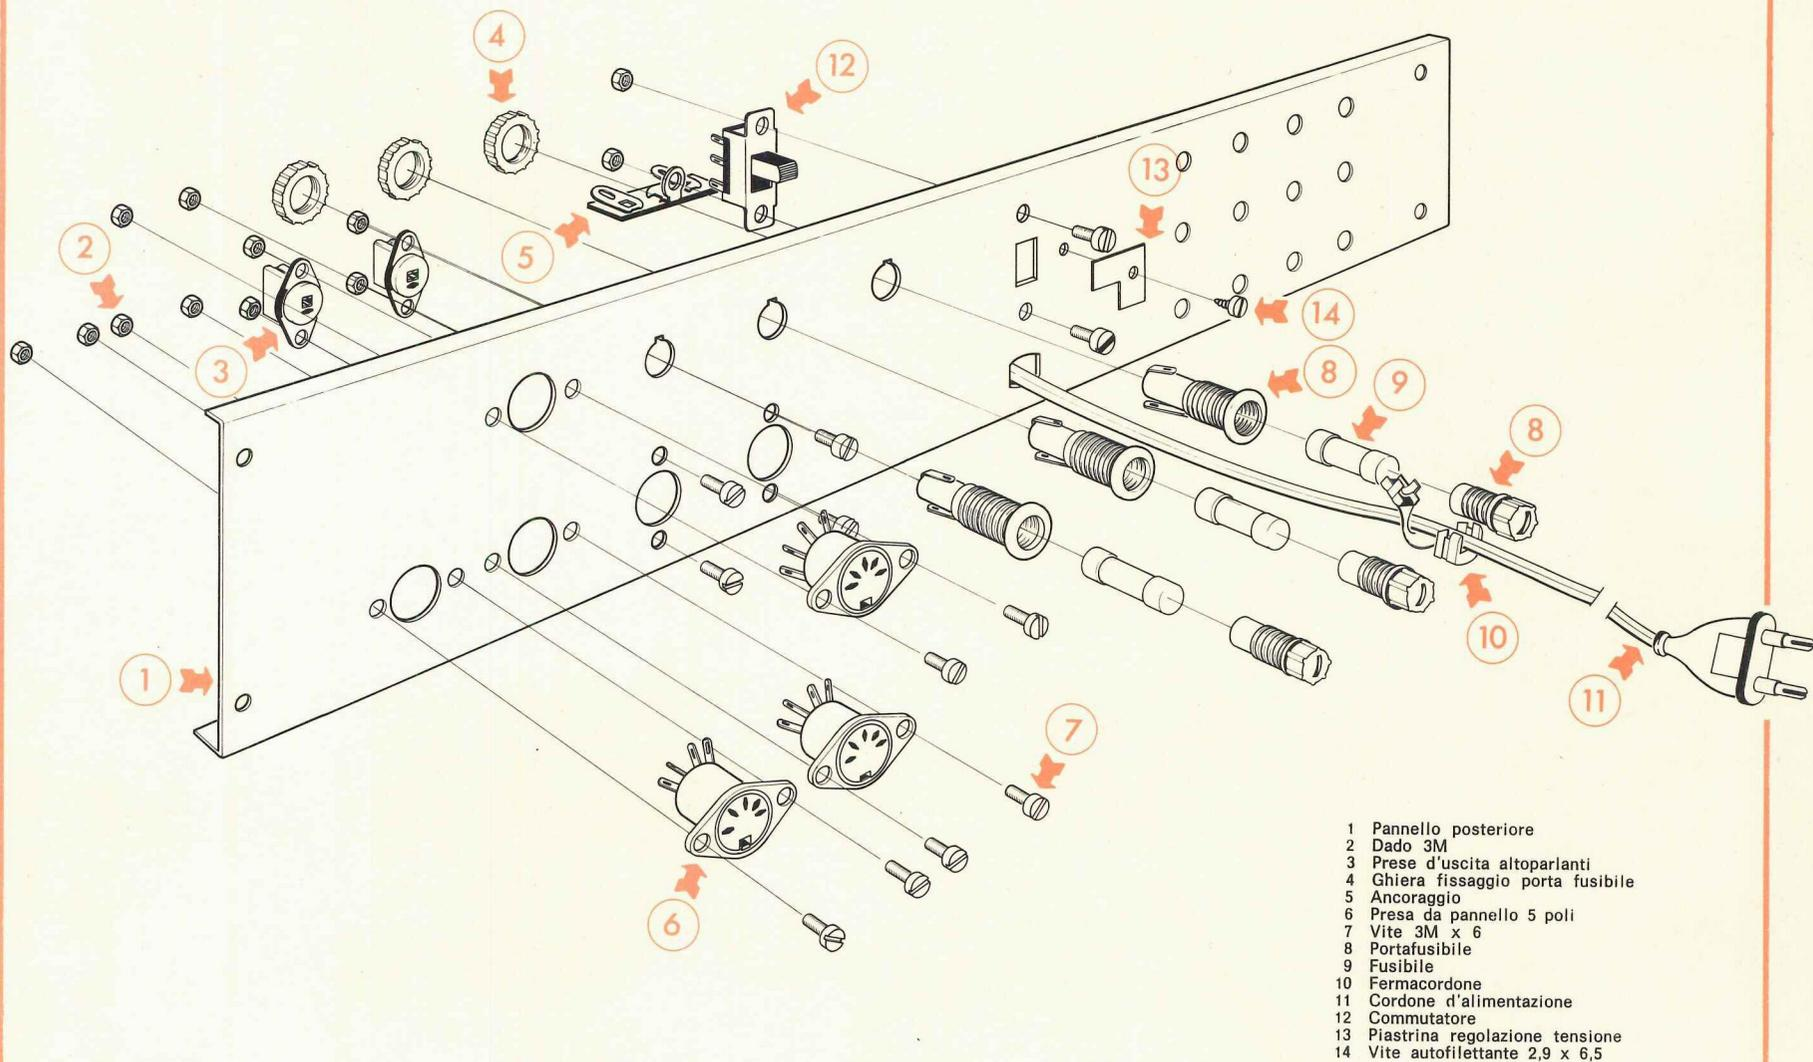

Fig. 6 - Esploso di montaggio del pannello posteriore.
1) Preparare il pannello protezione posteriori con le prese a 5 poli portafusibili, cambiotensione e cordone rete come indicato in fig. 6.